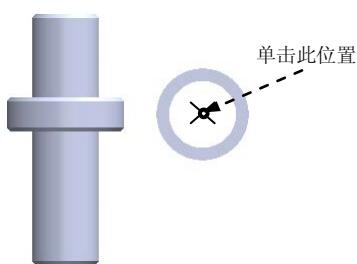

图 7.4.5 放置第二个零件
Step3. 放置第二个零件。在图 7.4.5 所示的位置单击，将第二个零件放置在当前位置。